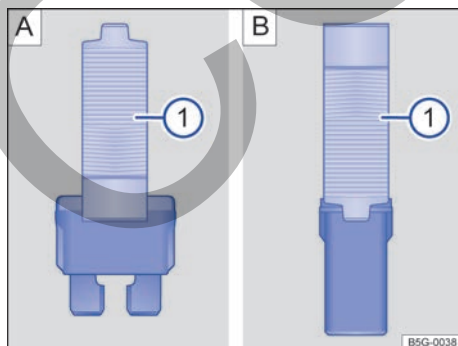

Fig. 149 Extraer o colocar el fusible con las pinzas de plástico: **A** Fusible enchufable plano. **B** Fusible tipo bloque.
- Dado el caso, retire las pinzas de plástico situadas en la cubierta de la caja de fusibles correspondiente → fig. 149 ①.
- En función del tipo de fusible, desplace el lado correspondiente de las pinzas lateralmente sobre el fusible → fig. 149 A ① o → fig. 149 B ①.
- Si el fusible se ha fundido, sustitúyalo por uno nuevo del *mismo* amperaje (de igual color y grabado) y del *mismo* tamaño → ①.